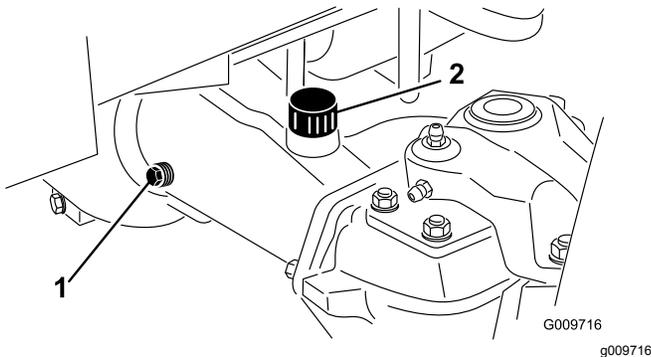

Figura 62
2. Retire un tapón de verificación (Figura 62) de un extremo del eje y asegúrese de que el lubricante llega al borde inferior del orificio. Si el nivel es bajo, retire el tapón de llenado (Figura 62) y añada suficiente aceite para que el nivel llegue al borde inferior de los orificios de los tapones de verificación.